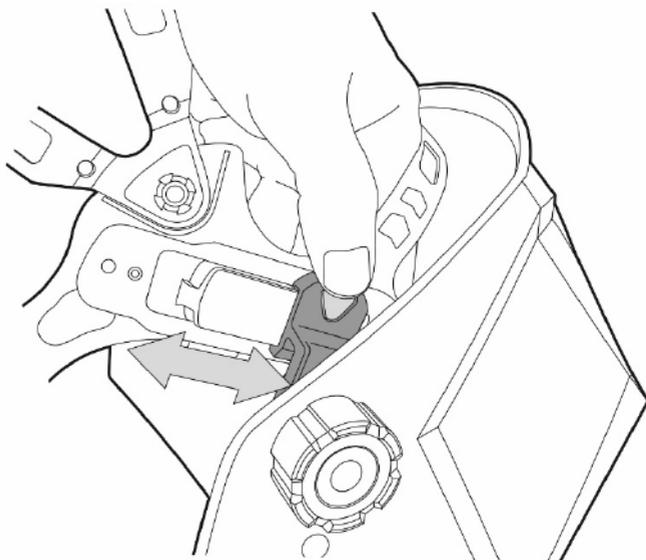

Рис. 8.6. Регулировка «ближе/дальше».
**Регулировка «ближе/дальше»** (см. рис. 8.6): нажмите на фиксатор и переместите регулятор. Не располагайте светофильтр близко к лицу, чтобы уменьшить запотевание светофильтра во время работы.